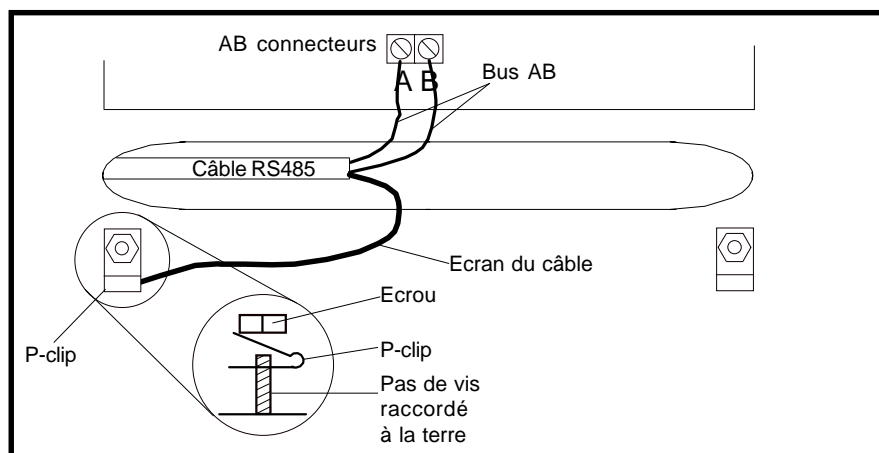

Figure 2-8. Connexion de l'écran ou du blindage avec le P-Clip
4. L'écran ou le blindage du câble torsadé doit être connecté au boîtier du seul côté de la centrale conformément à la figure 2-8.